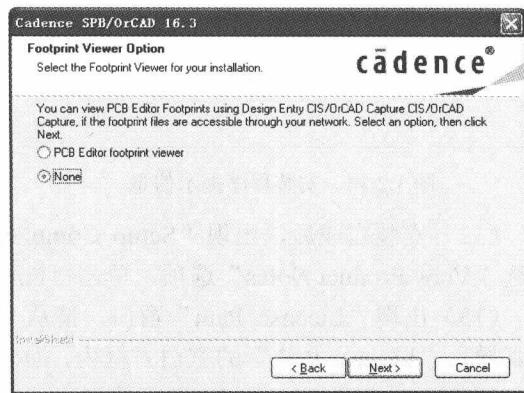

图 1.2.11 “Footprint Viewer Option ”窗口
(7) 单击“Next”按钮，出现“Footprint Viewer Option”窗口，设置选项，选择是否对各个元件的封装进行查看，如图 1.2.11 所示。